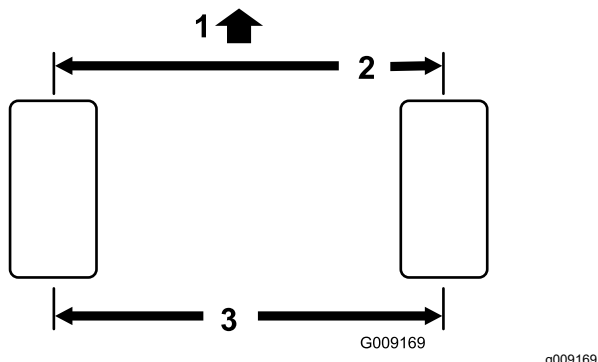

图 72
**注意** 前面测量值必须要比后面测量值短 3mm (图 72)。